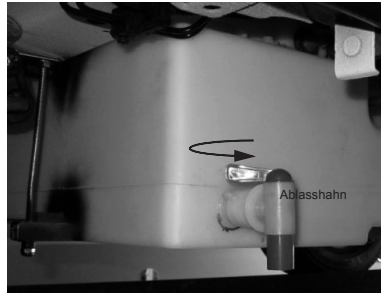

Bild 48 Frischwassertank (Abb. ähnlich)
- Ablasshahn auf der linken Seite des Tanks öffnen (Bild 48).